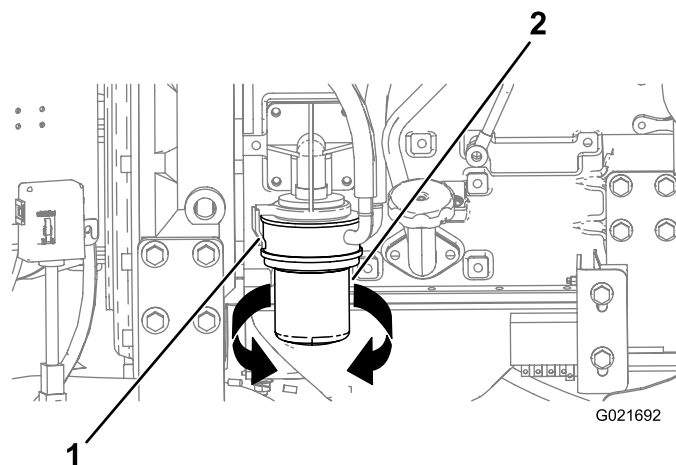

Рисунок 122
3. Установите поддон для слива или несколько отрезков ткани под масляный фильтр и переходник масляного фильтра (Рисунок 122).
4. Поверните масляный фильтр против часовой стрелки и снимите его (Рисунок 122).
- Совместите масляный фильтр с переходником и поверните его по часовой стрелке, пока уплотнение масляного фильтра не войдет в контакт к переходником (Рисунок 122).
- От руки затяните масляный фильтр еще на 1/2 оборота (Рисунок 122).